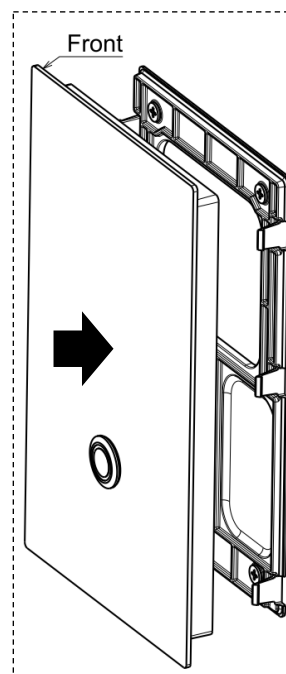

Abb.2
6. Setzen Sie die Front vorsichtig und zentriert auf die Halterung. Mit etwas Druck können Sie nun die Front mit der Halterung verbinden (Abb. 2).